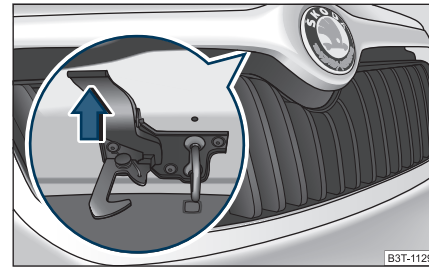

Fig. 201 Grilajul radiatorului: Maneta siguranței
- Apăsați siguranța ⇒ fig. 201 și capota motorului se deblochează.